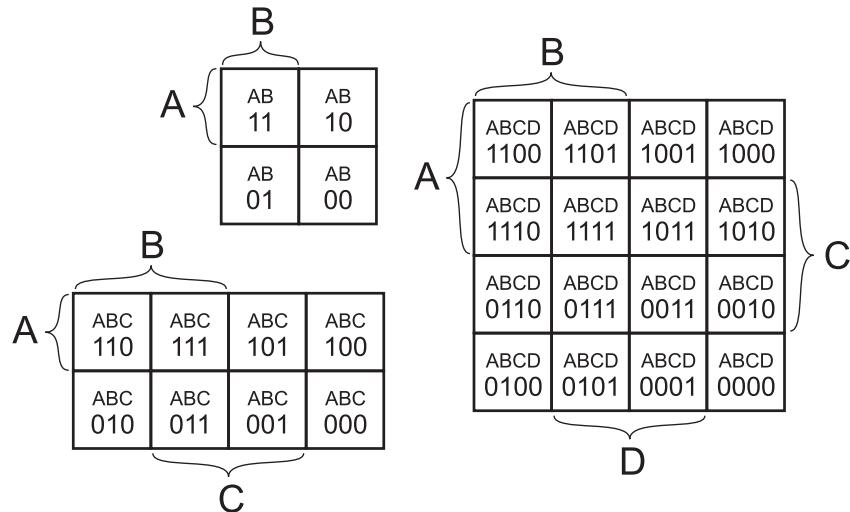

Abbildung 2: Aufbau des KV-Diagramms. Die Buchstaben- und Zahlencodes verdeutlichen welche Kombination an der entsprechenden Stelle eingetragen werden muss.
Mit Hilfe der aus der Wahrheitstabelle ermittelten Normalform lassen sich logische Schaltungen durch die Gesetze aus Abschnitt 1.1 zum Teil deutlich vereinfachen. Zum einen erfordert die Vereinfachung von Booleschen Termen jedoch Übung, zum anderen kann ab einer gewissen Komplexität der Schaltung leicht der Überblick verloren gehen. Um optimale Funktion trotzdem berechnen zu können, bietet sich das Hilfsmittel *Karnaugh-Veitch* (KV) *Diagramm* an. Abbildung 2 zeigt den generellen Aufbau eines KV-Diagramms für eine Schaltung mit zwei, drei und vier Eingängen.